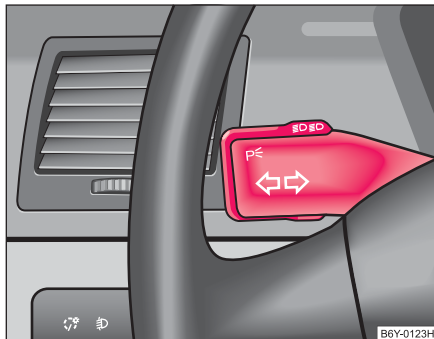

Fig. 33 Manette des clignotants et des feux de route
- Faites tourner le commutateur d'éclairage (1) sur la position .
- Pour allumer les feux de route, tirer la manette à cet effet vers l'avant $\Rightarrow$ page 57, fig. 33.
- Poussez la manette vers le haut ⇒ fig. 33.